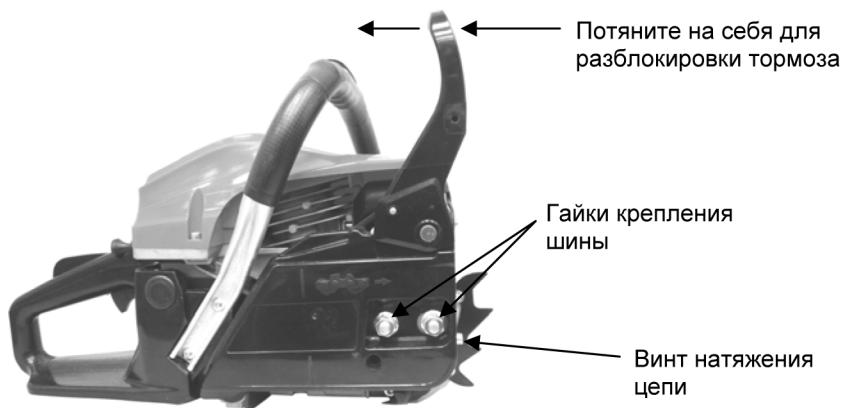

Рис. 3
- Перед установкой шины и цепи убедитесь, что инерционный тормоз цепи разблокирован. Для этого потяните ручку инерционного тормоза на себя (рис. 3).
- Комбинированным ключом (входит в комплект) открутите гайки крепления шины (рис. 3) и снимите крышку сцепления.
- Крутите винт натяжения цепи (рис. 3) против часовой стрелки до тех пор, пока палец натяжения цепи не встанет в крайнее левое положение.